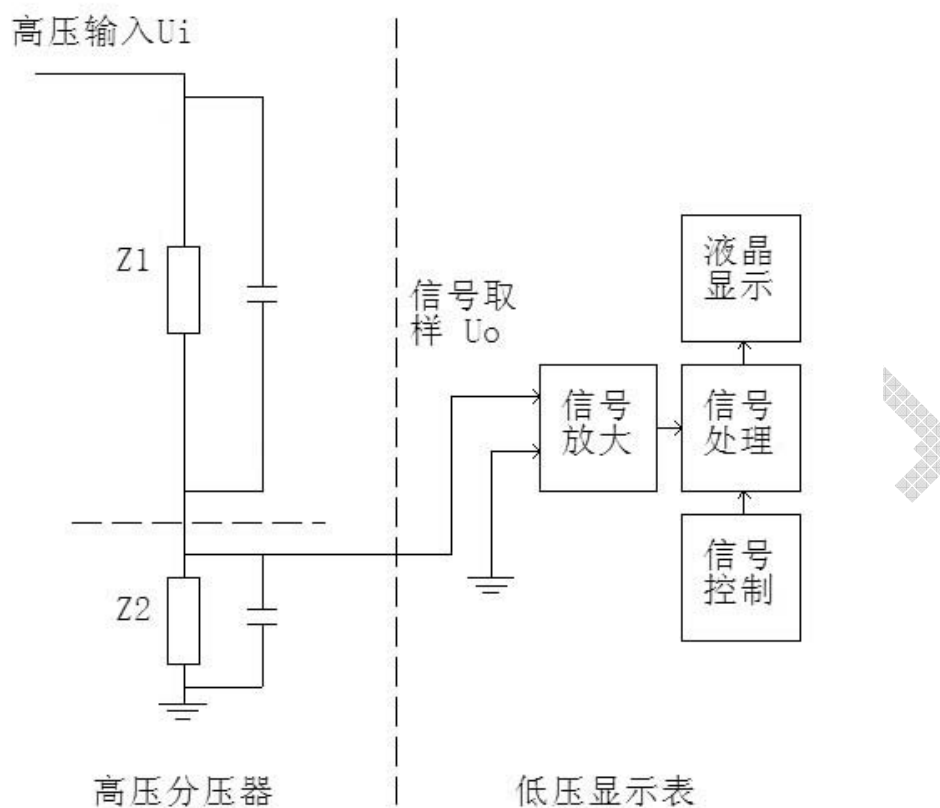

图 1 测量原理图
本仪器采用阻容分压法测量高压交直流，如图 1 所示。左侧是高压部分，采用阻容分压电路，由阻抗 Z_1 和 Z_2 两部分组成。高压 U_i 从上端均压球处输入，从阻抗 Z_2 处输出低压取样信号 U_o ；右侧是低压显示表，用于处理低压取样信号 U_o 。低压取样信号 U_o 经整流滤波放大处理后送入低压显示表显示。高压 U_i 和 U_o 关系式如公式 (1) 所示：